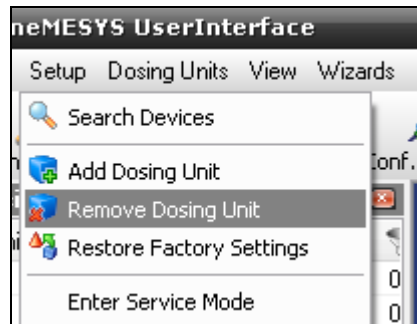

Abbildung 17 - Menüpunkt Dosiereinheit entfernen
- (2) Wählen Sie im Menü „Setup“ den Punkt „Remove Dosing Unit“ (Abbildung 17), um die Dosiereinheit aus Ihrem Spritzenpumpensystem zu entfernen.